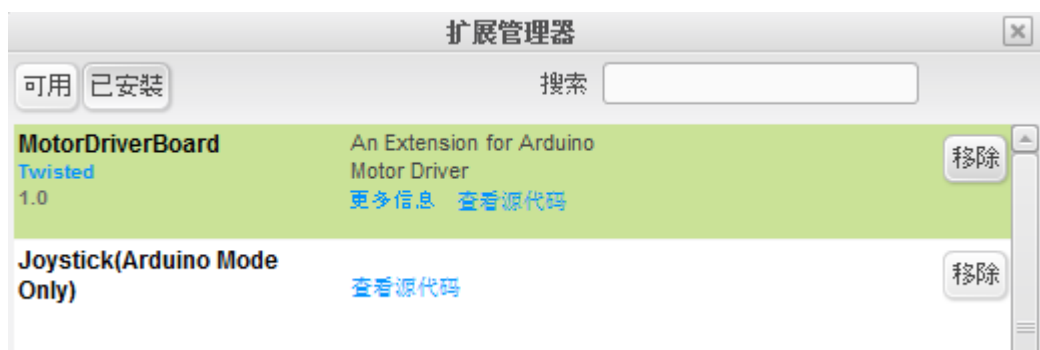

图 2-4
- 5) 在“扩展管理器“中, 点击“已安装“, 会看到 MotorDriverBoard 程序库已经被成功添加, 如图 2-4;